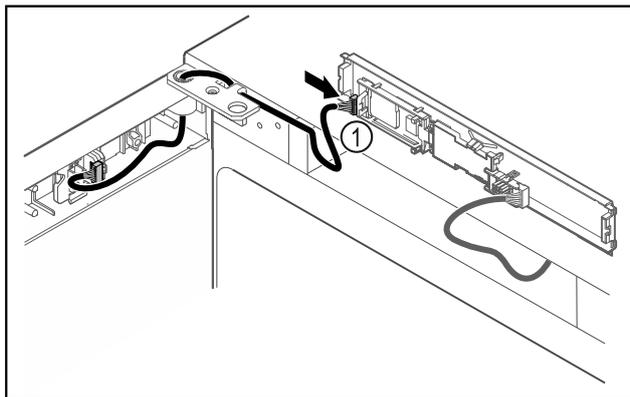

Fig. 50
- ▶ Zapojte zástrčku Fig. 50 (1) na doske plošných spojov.